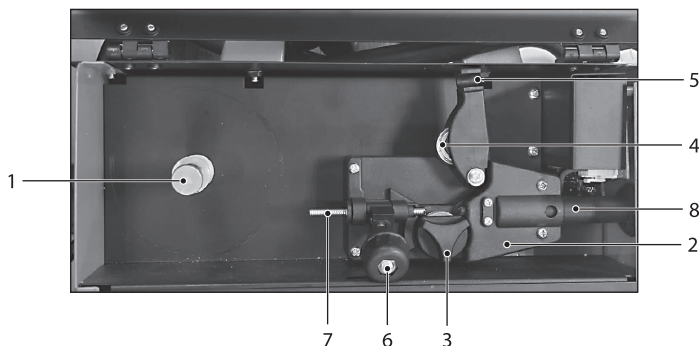

Рис. 2
2. Установите катушку с проволокой на ось крепления 1 (рис. 2) во внутреннем отсеке.
3. Установите подающий ролик 3 (рис. 2) в соответствии с выбранным диаметром проволоки. Для доступа к подающему ролику поверните крышку-фиксатор 3 (рис. 2) ролика против часовой стрелки.
4. Разблокируйте прижимной механизм подающего ролика. Для этого потяните на себя регулятор прижимного ролика 6 (рис. 2). Поднимите рычаг прижимного ролика вверх.
5. Вставьте проволоку в механизм подачи проволоки через трубку 7 (рис. 2) для ввода проволоки, через подающий ролик в кабель-канал сварочной горелки. Опустите рычаг с прижимным роликом и заблокируйте его в закрытом положении. Отрегулируйте усилие прижима. Давление прижимного ролика должно быть достаточным. При чрезмерном прижиге проволока деформируется, при недостаточном может проскальзывать.